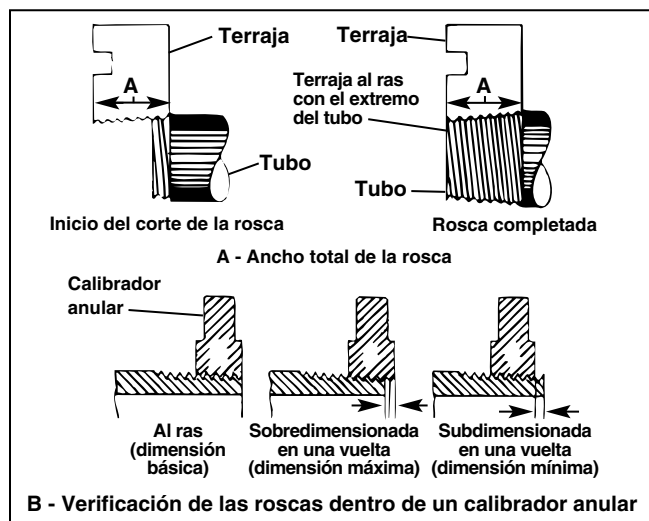

Figura 10 – Verificación de la longitud de la rosca
1. La rosca tiene la longitud correcta cuando el extremo del tubo queda al ras con el borde de las terrajas (Figura 10).
2. El cabezal de terrajas puede regularse para obtener el diámetro de rosca necesario. Si es posible, chequéela con un calibrador o medidor anular de roscas (Figura 10). La rosca está bien cortada si el extremo del tubo se encuentra a más/menos una vuelta de estar al ras con la cara del calibrador anular.